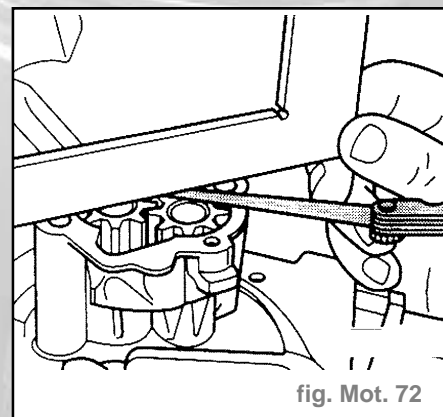

fig. Mot. 72
- Contrôler leu jeu axial à l'aide d'un jeu de cales et d'une réglette (fig. Mot. 72).